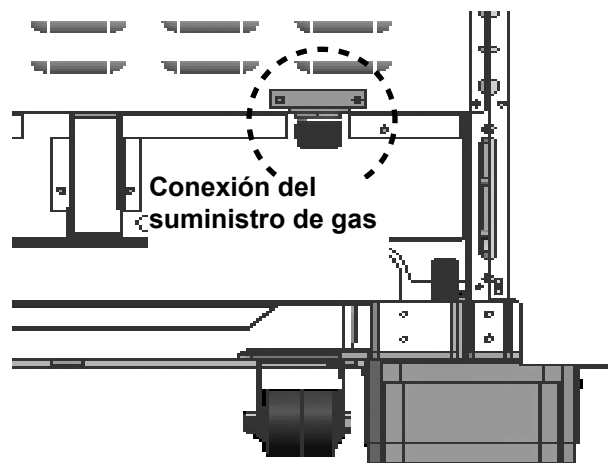

Figura 14: Conexión del colector del suministro de gas
- Utilice un conducto flexible de ¾ pulg. (19 mm) entre el suministro de gas y la línea de suministro del aparato. La línea de suministro de gas está ubicada detrás de la estufa, abajo a la derecha. La línea externa de suministro de gas del aparato tiene una rosca de tipo NPT ¾ pulg. (19 mm) y la rosca interna es de tipo NPT ½ pulg. (13 mm) (vea la *Figura 14*).